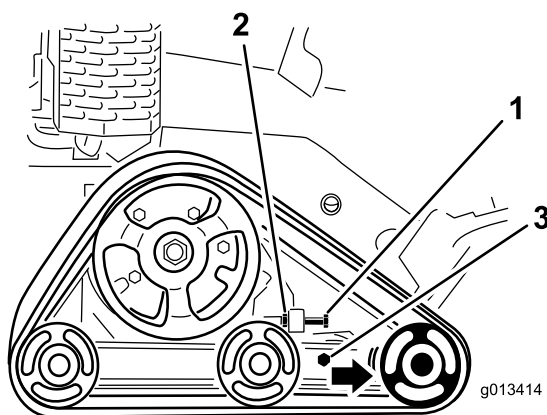

Bild 45
3. Lösen Sie die Klemmmutter an der Spannschraube der Kette und die Klemmschrauben am Spannarm (Bild 45).
4. Ziehen Sie die Spannschraube mit 32,5-40 N-m an, um die Kette zu spannen (Bild 45).
4. Lösen Sie die Spannschraube und Klemmmutter (Bild 45).
5. Lösen Sie die Klemmschrauben (Bild 45).